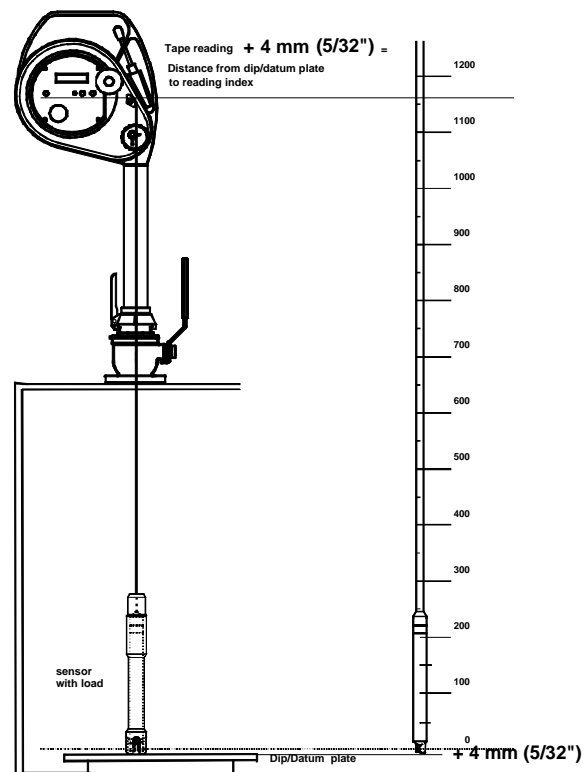

Figura 9-9
- Quando o sensor tocar a placa de referência (dip/datum) registrar a distância indicada no índice de leitura. Ver Figura 9-9. A distância exacta entre a placa e o índice é (leitura +4mm) ou (leitura +5/32"), ou seja, a altura de referência, se o índice estiver ajustado para o nível de ullage zero do tanque. Se o zero ullage do tanque está nivelado acima ou abaixo do índice de leitura, deverá aplicar uma correcção adicional. Para mais detalhes ver a secção "Instalação do sistema de sondagem".